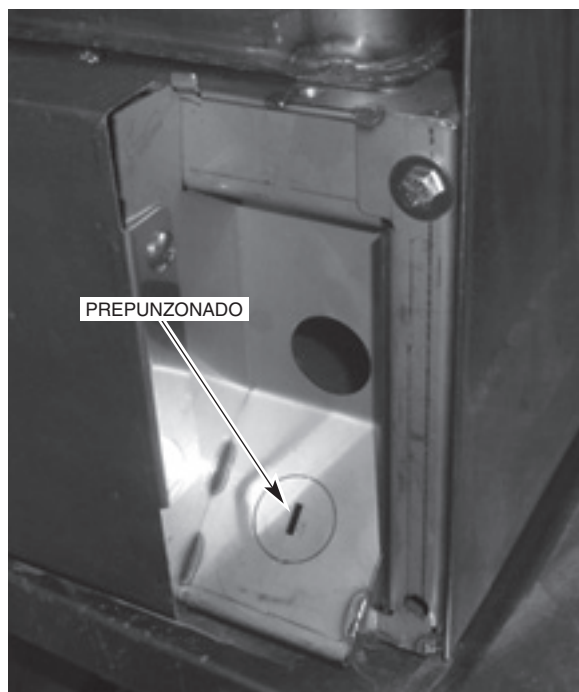

Fig. 3
3. Se suministra un agujero para un conductor de tamaño industrial de 1" en la esquina inferior derecha en la parte posterior de la máquina (Fig. 3). Si necesita más espacio, retire el prepunzonado y use un acople de 45°.